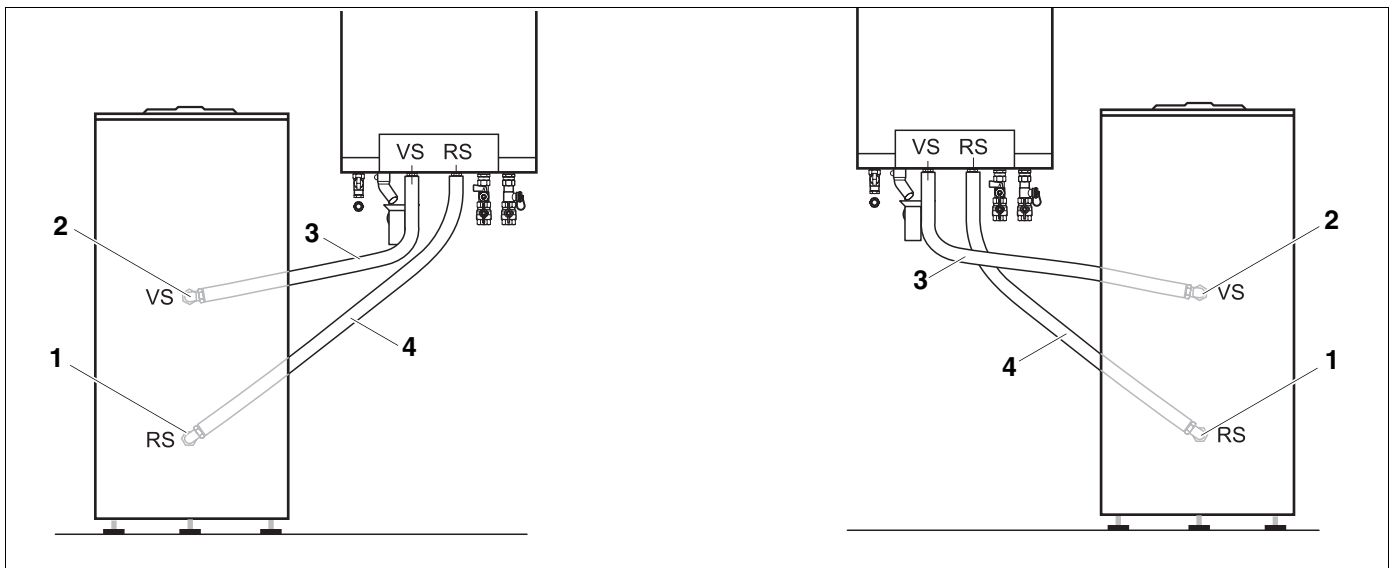
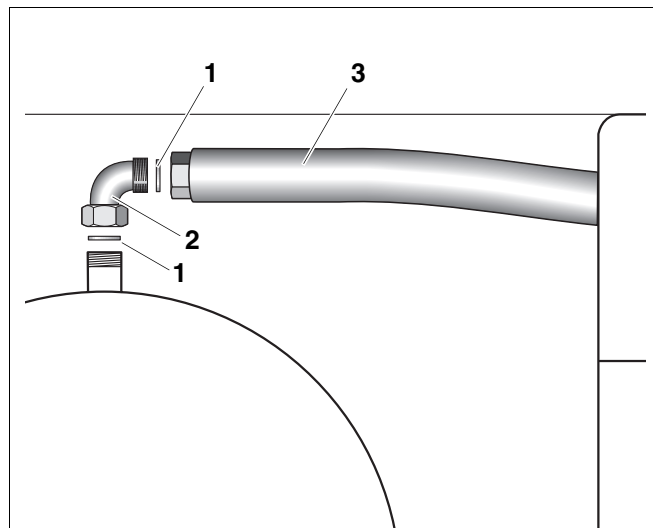
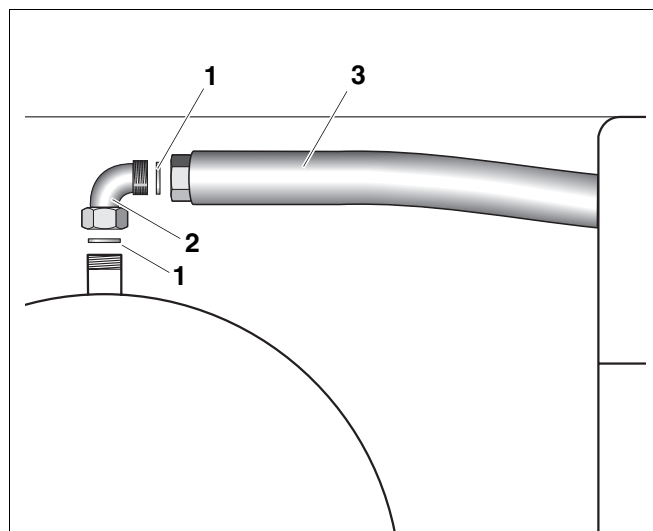

Abb. 4 Montiertes N-Flex, bei links und rechts stehendem Speicher-Wassererwärmer
Abb. 6 Wellschlauch an Speicher montieren (Darstellung Linksanbau)
Abb. 7 Wellschlauch an Speicher montieren (Darstellung Linksanbau)
- In die Winkelverschraubung (Abb. 6, **Pos. 2**) die Dichtung (Abb. 6, **Pos. 1**) einlegen.
- Winkelverschraubung (Abb. 6, **Pos. 2**) an den Vorlauf des Speicher-Wassererwärmers VS schrauben und ausrichten (nach oben zum Heizkessel, siehe Abb. 4, **Pos. 2** auf Seite 6).
- Wellschlauch (Abb. 6, **Pos. 3**) mit Überwurfmutter und eingelegter Dichtung (Abb. 6, **Pos. 1**) an die Winkelverschraubung des Vorlaufs am Speicher-Wassererwärmer schrauben (siehe Abb. 6).
- In die Winkelverschraubung (Abb. 7, **Pos. 2**) die Dichtung (Abb. 7, **Pos. 1**) einlegen.
- Winkelverschraubung (Abb. 7, **Pos. 2**) an den Rücklauf des Speicher-Wassererwärmers RS schrauben und ausrichten (ca. 45° nach oben zum Heizkessel, siehe Abb. 4, **Pos. 1** auf Seite 6).
- Wellschlauch (Abb. 7, **Pos. 3**) mit Überwurfmutter und eingelegter Dichtung (Abb. 7, **Pos. 1**) an die Winkelverschraubung (Abb. 7, **Pos. 2**) des Rücklaufs am Speicher-Wassererwärmer schrauben.